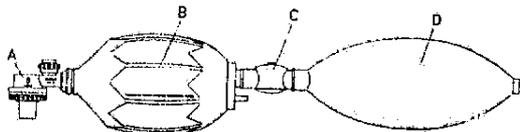

Figura 1. Rianimatore manuale
Il rianimatore manuale è composto da 4 componenti fondamentali (figura 1): valvola di non-ritorno (A), pallone in silicone (B), valvola del reservoir (C) e reservoir per ossigeno (D). **Le parti C e D devono essere tolte nel caso in cui l'ossigeno non sia somministrato da fonti esterne.**